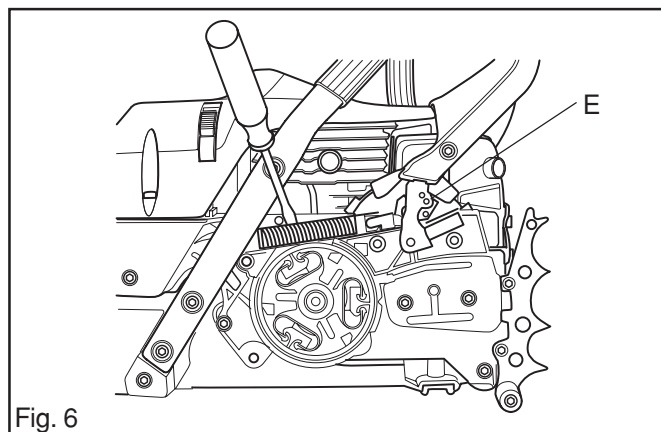

Fig. 6
9. Démonter le ressort de pression en le dégageant sur le côté arrière à l'aide d'un tournevis. Voir la fig. 6.
10. Démonter l'articulation (E) avec sa bande de frein. Voir la fig. 6.